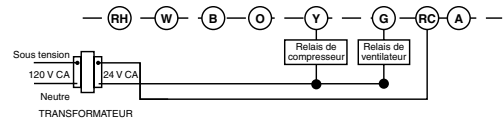
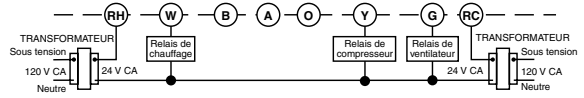

Figure 2. Câblage-type pour équipement de chauffage ou climatisation à un seul transformateur
Figure 3. Câblage-type pour équipement de chauffage et climatisation à deux transformateurs
- Installations à plus de deux fils :** Utiliser le tableau de correspondance des bornes pour déterminer les bons raccordements. Pour un équipement de chauffage et climatisation à quatre fils, laisser en place les cavaliers reliant **RC** et **RH** (figure 2). Pour un équipement à cinq fils, retirer le cavalier reliant **RC** et **RH** (figure 3).